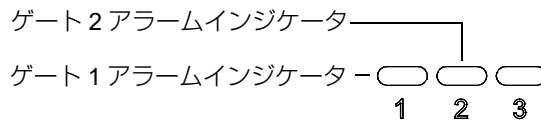

図 3-12 ゲート 1 およびゲート 2 アラームインジケータランプ
- EPOCH 650 の前面パネルにある 2 つのアラームインジケータ (LED) のいずれかが点灯する (73 ページの図 3-12 参照)。